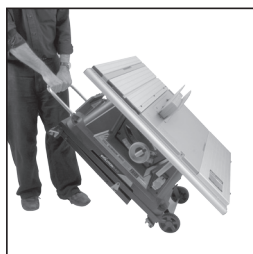

Fig. 10
6. Levante el asa y deje que las ruedas de transporte integradas de la máquina toquen el suelo. **(Fig. 10)**